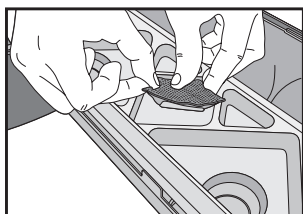

Fig. 3
- Enlever la bande de papier qui recouvre l'adhésif au dos du filtre au carbone puis placer le côté adhésif du filtre sur la pièce rapportée en diamant au centre du couvercle du contenant à déchets jetable (fig. 3). Refermer le couvercle du compartiment du contenant à déchets jetable.